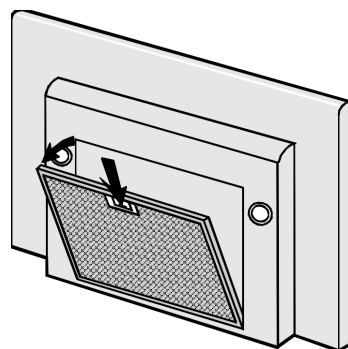

fig.4
2. Poussez l'arrêt vers l'intérieur de la hotte et tirez le filtre vers le bas (fig. 4).
2. Poussez l'arrêt vers l'intérieur de la hotte et tirez le filtre métallique vers le bas (fig.4).